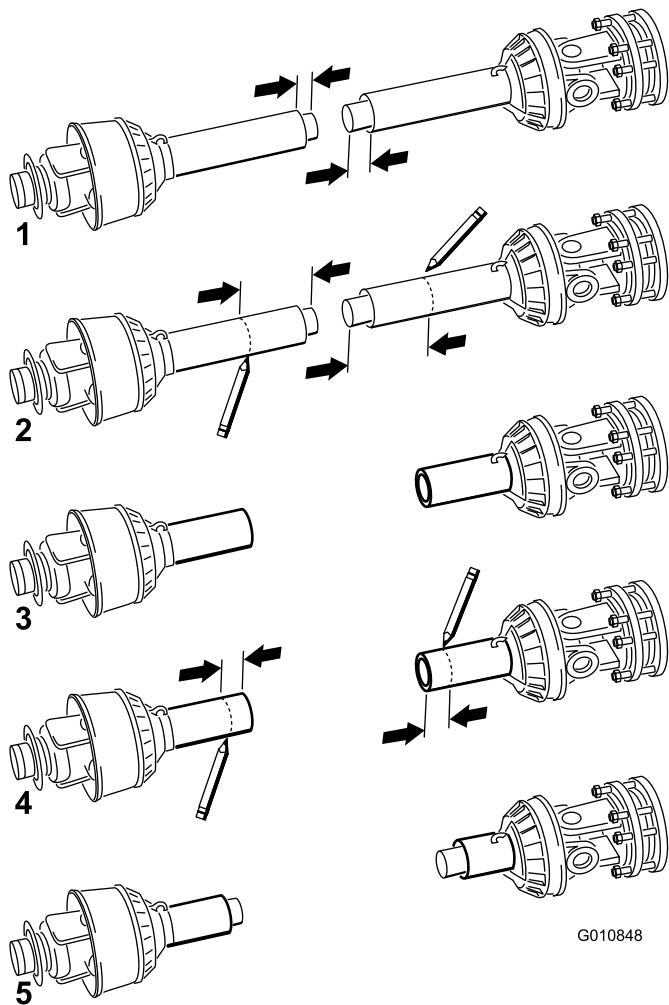

Bild 18
11. Trennen Sie die zwei Hälften der Zapfwelle (Bild 18, Bild 1).
12. Messen Sie den Abstand zwischen dem Ende jedes Rohrs und dem Sicherheitsschutzblech (Bild 18, Bild 1). Notieren Sie diese Werte.
13. Verwenden Sie die in Schritt 8 erhaltenen Werte, um den relevanten Teil des Schutzbleches und des Rohrs von jeder Zapfwellenhälfte zu ermitteln, zu markieren und abzuschneiden (Bild 18, Bild 2 und 3).
14. Verwenden Sie die in Schritt 11 erhaltenen Werte, um die relevanten Teile der Sicherheitsschutzbleche zu ermitteln, zu markieren und abzuschneiden, um die Rohre freizulegen Bild 18 – Bild 4 und 5.